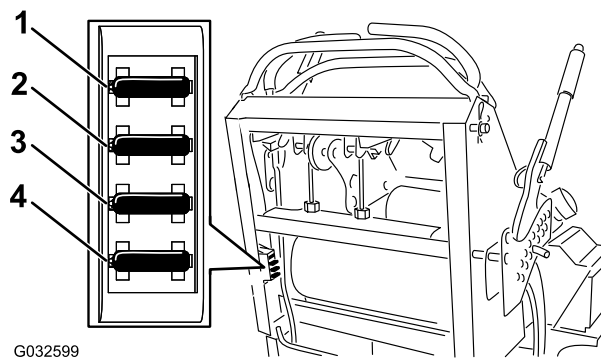

Figura 54
- Tirate il fusibile per estrarlo e sostituirlo (Figura 54).